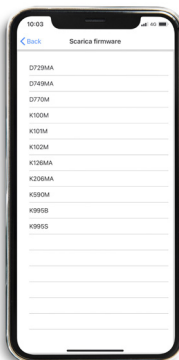

fig. 19
3. Selezionare il modello di centrale interessato (fig. 19)